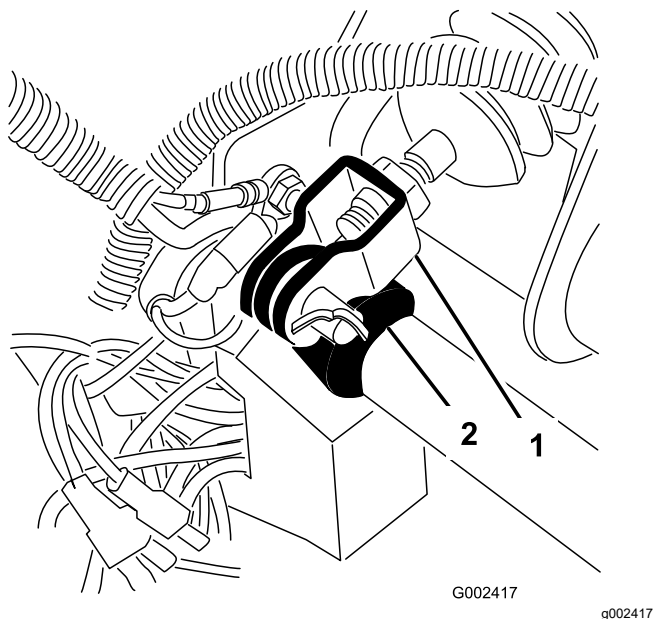

Figura 66
1. Rimuovete la coppiglia e il perno che fissano la forcella del cilindro principale al perno del pedale del freno (**Figura 66**).